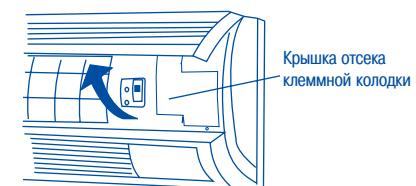

Рис. 15
2) Вывинтите винты и откройте крышку отсека клеммной колодки (рис. 15).